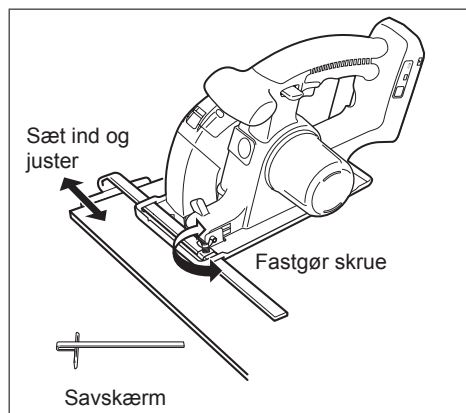

Fig. 10
- Sæt savskærmen ind og indstil skærebredden. (Se Fig. 10.)